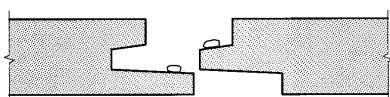

Fig. 3
- Not og fjær skal limes med to limstrenger som illustrert i fig. 3. I tillegg anbefales det å lime platene til bjelkelaget med to limstrenger på hver bjelke.